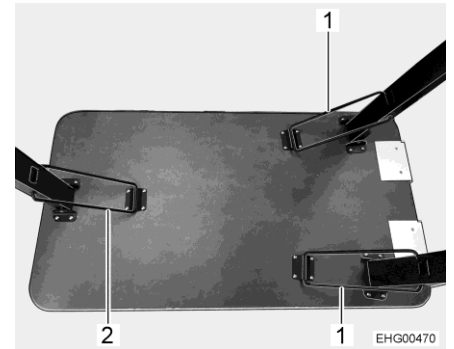

Bild 8 Tisch (Tischbeine ausgeklappt)
- Tischbein mit Bügel (Bild 8,2) arretieren.
- Alle 3 Tischbeine jeweils mit Bügel (Bild 8,1 und Bild 8,2) arretieren.